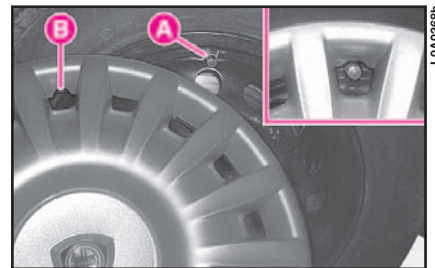

fig. 21
22) Sulle versioni con cerchi in lega montare la coppa coprimozzo esercitando una leggera pressione. Sulle versioni con cerchi in acciaio accostare la coppa alla ruota, facendo in modo che la valvola di gonfiaggio A (fig. 21) si trovi in corrispondenza della svasatura B. Premere sulla circonferenza della coppa, iniziando vicino alla valvola di gonfiaggio e procedendo sino al completo inserimento della coppa.